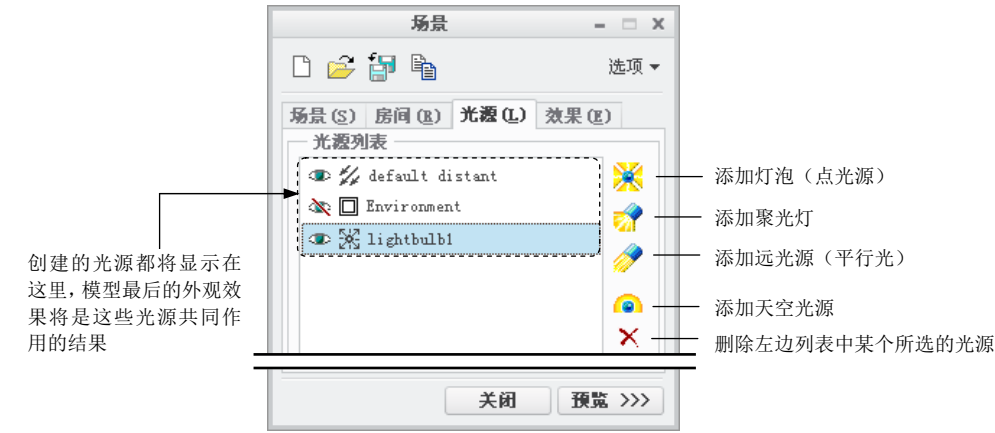

图 12.4.1 “光源”选项卡
Step1. 单击 **渲染** 功能选项卡 **场景** 区域中的“场景”按钮，系统弹出“场景”对话框，在“场景”对话框中单击 **光源(L)** 选项卡，系统弹出图 12.4.1 所示的“场景”对话框中的“光源”选项卡。